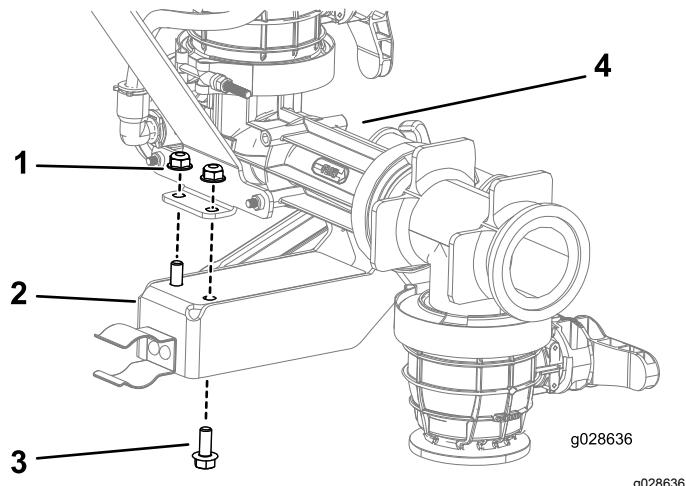

Bild 11
1. Befestigen Sie den Griff mit zwei Bundkopschrauben und zwei Bundmuttern am Ejektor (Bild 11).